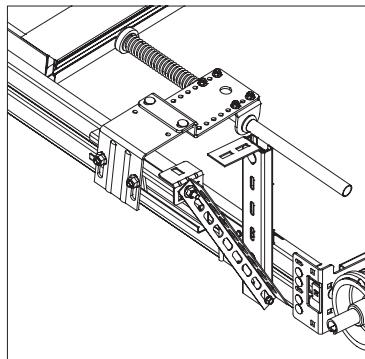

Рис. 46.3
- Закрепить демпфер таким образом, чтобы при полностью поднятых воротах пружина демпфера была сжата примерно на 2/3 ее длины в свободном состоянии (рис. 46.3).